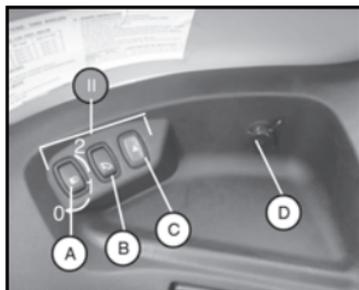

Fig. 10
**II) Interruptores** - Posiciones de accionamiento (Consulte Fig. 10)